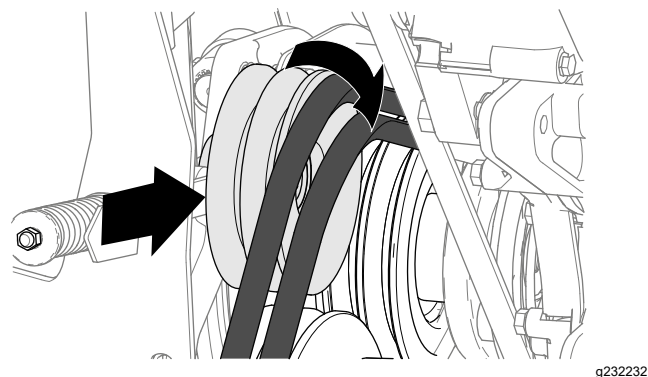

図 93
9. プーリをエンジン側に回しながらベルトを外す 図 93。